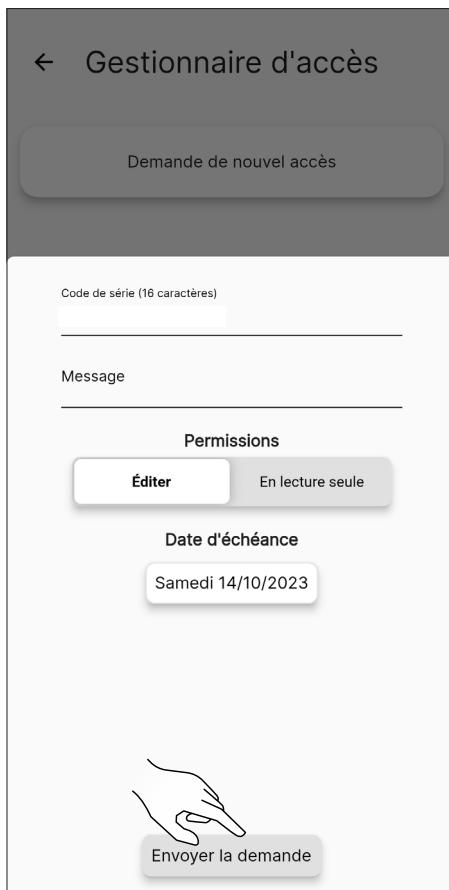

Fig. 8.32
- confirmer avec « Envoyer la demande » (Fig. 8.32) ;